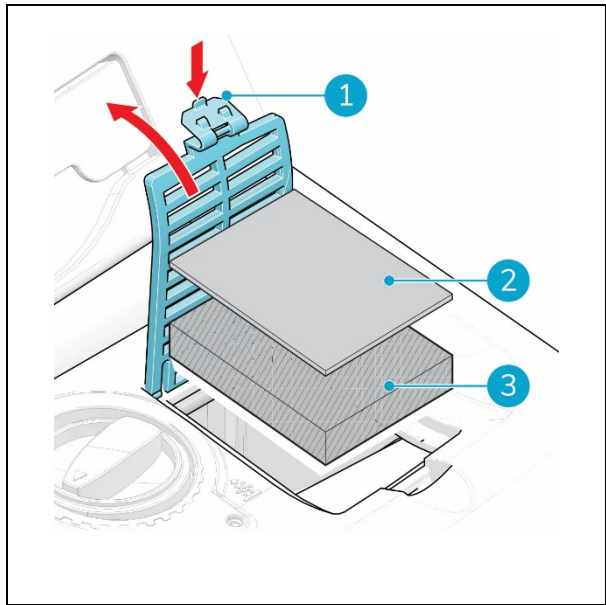

Abbildung 23
1. Öffnen Sie die Abdeckung (Abbildung 23, Pos. 1).
2. Entnehmen Sie den alten Luftauslass-Baumwollfilz (Abbildung 23, Pos. 2).
3. Entnehmen Sie den alten Luftauslassfilz (Abbildung 23, Pos. 3).